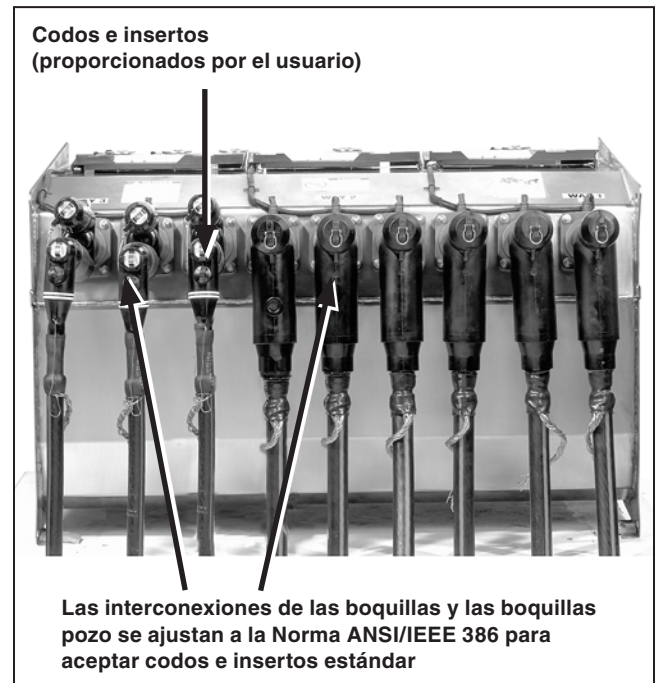

Figura 106. Se ilustra el tanque del interruptor Vista con codos e insertos suministrados por el usuario. (Se muestra la unidad manual con fines ilustrativos).
- PASO 2.** Remate los cables con codos siguiendo las instrucciones del fabricante de los mismos. Ver Figura 106.